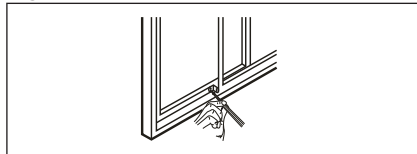

Fig. 22
7. Sätt fast skjutbågen genom att fästa den högra vinkelbågssparren med 1/2-tumsskruv (12,7 mm) enligt bilden (Fig. 22).